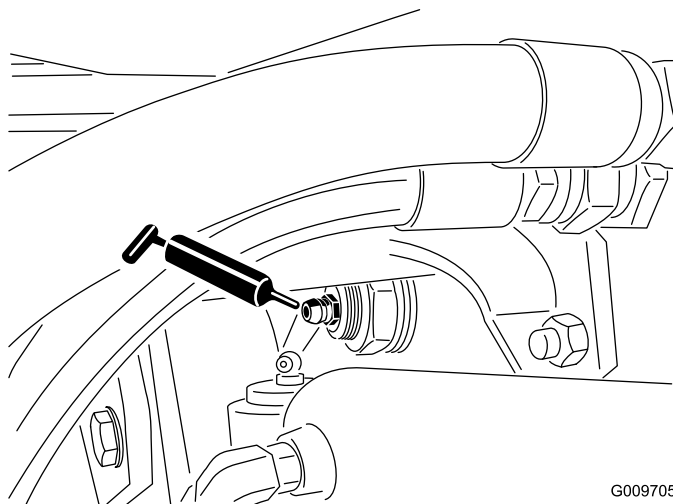

Figure 18
- Bagues de pivot d'essieu arrière (2) (Figure 18).